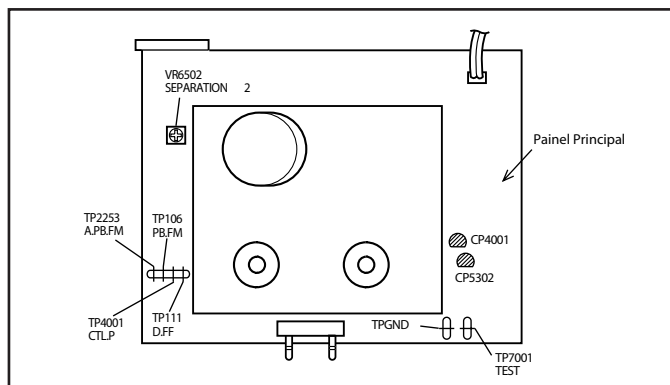

Fig. 1-4-1a
- (1) Recorra ao procedimento de desmontagem e execute a desmontagem das partes principais antes de remover o Conjunto Cilindro.
- (2) Abaixue o compartimento cassete, e faça os preparativos necessários a fim de remover os parafusos do Mecanismo (Veja o procedimento de abaixamento do Suporte do Cassete no item 1.3 Método de Montagem/Desmontagem).
- (3) Remova o conjunto Mecanismo e Painel Principal.
- (4) Conecte os cabos e conectores das partes principais que haviam sido retirados no passo (1). (Veja a Fig.1-4-1a.)
- (5) Coloque o conjunto Mecanismo e Painel Principal de cabeça para baixo.
- (6) Insira o cabo de força na rede elétrica e então proceda com os diagnósticos e as análises no Painel Principal.